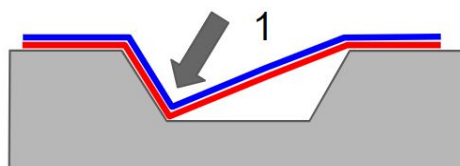

Fig.3
- 3) Appuyez avec les doigts dans la partie la plus profonde de l'ondulation et veillez à obtenir un contact à 100 % entre le film et la surface. Chauffez les zones qui ne sont pas encore entrées en contact avec le substrat et suivez délicatement la forme avec les doigts. L'utilisation de gants légèrement humides facilitera ce processus (maintenez toujours une température entre 35°C et 50°C pendant cette étape). *Fig.3*